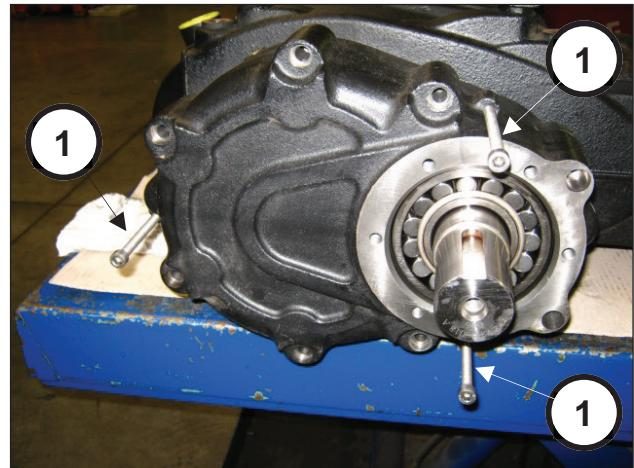

图 7
通过拔取器将3个螺柱或M8全螺纹螺栓 (位置①, 图 7) 定位在专用孔中。